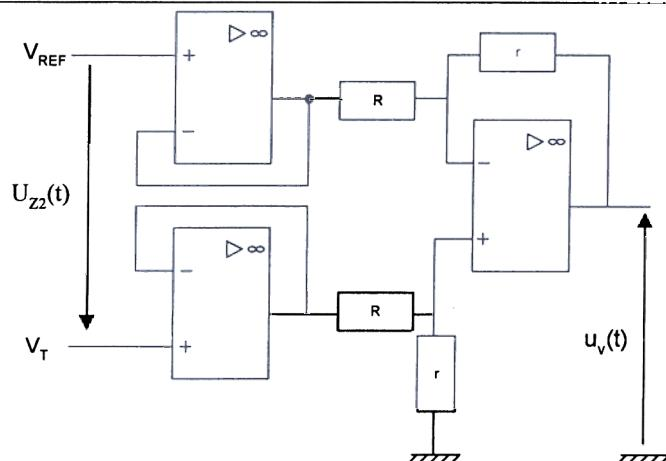

Figure 6 : amplificateur d'instrumentation à trois amplificateurs opérationnels
3.4 Pour mesurer la différence de potentiel $U_{z2}(t)$ entre les électrodes « T » et « REF », on propose d'utiliser pour A_1 un amplificateur d'instrumentation à trois amplificateurs opérationnels (Figure 6).